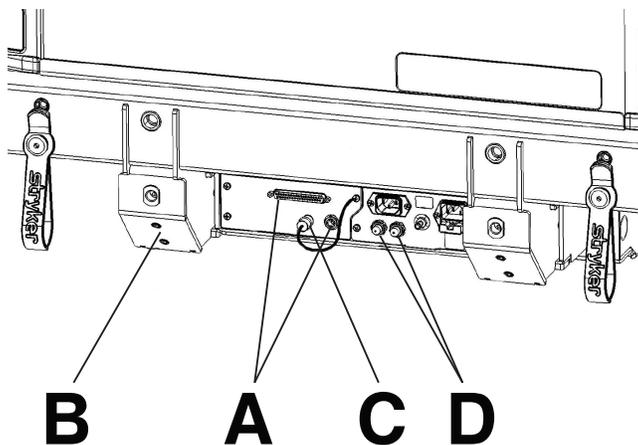

Figure 4 – Connecteur à 37 broches et jack 1/4 po
1. Brancher le câble d'interface dans le connecteur à 37 broches ou jack 1/4 po dans le châssis du plan de couchage du côté tête du produit (A) (Figure 4) et dans la connexion correspondante (station de patient, mur de tête de lit ou station d'accueil).
- Veiller à insérer la prise factice jack 1/4 po (C) dans le connecteur à cet effet lorsqu'il n'est pas utilisé.
2. Utiliser un tournevis cruciforme n°2 et deux vis (n°10-32) pour fixer le serre-câble (B) qui maintient le câble d'interface au châssis du plan de couchage (Figure 4).